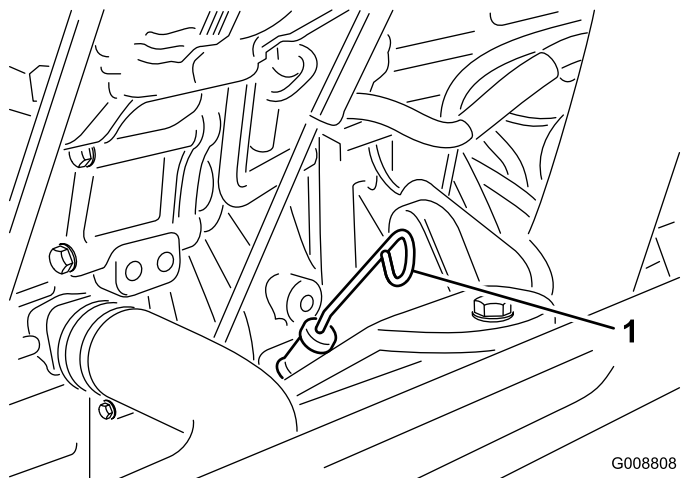

图 35
3. 取出量油尺擦拭干净插入管道中然后再次拉出。油位应处于安全范围 (图 35)。